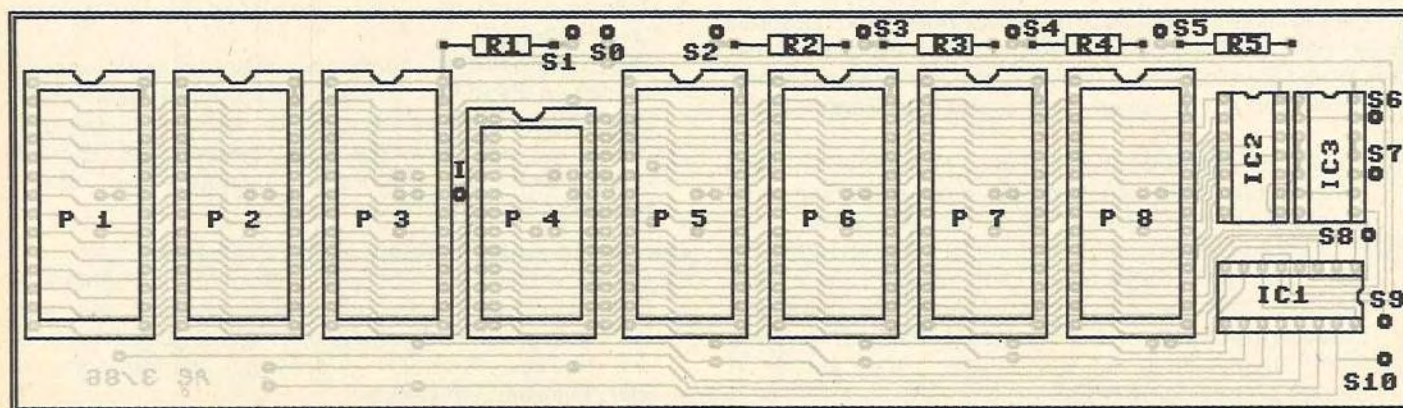
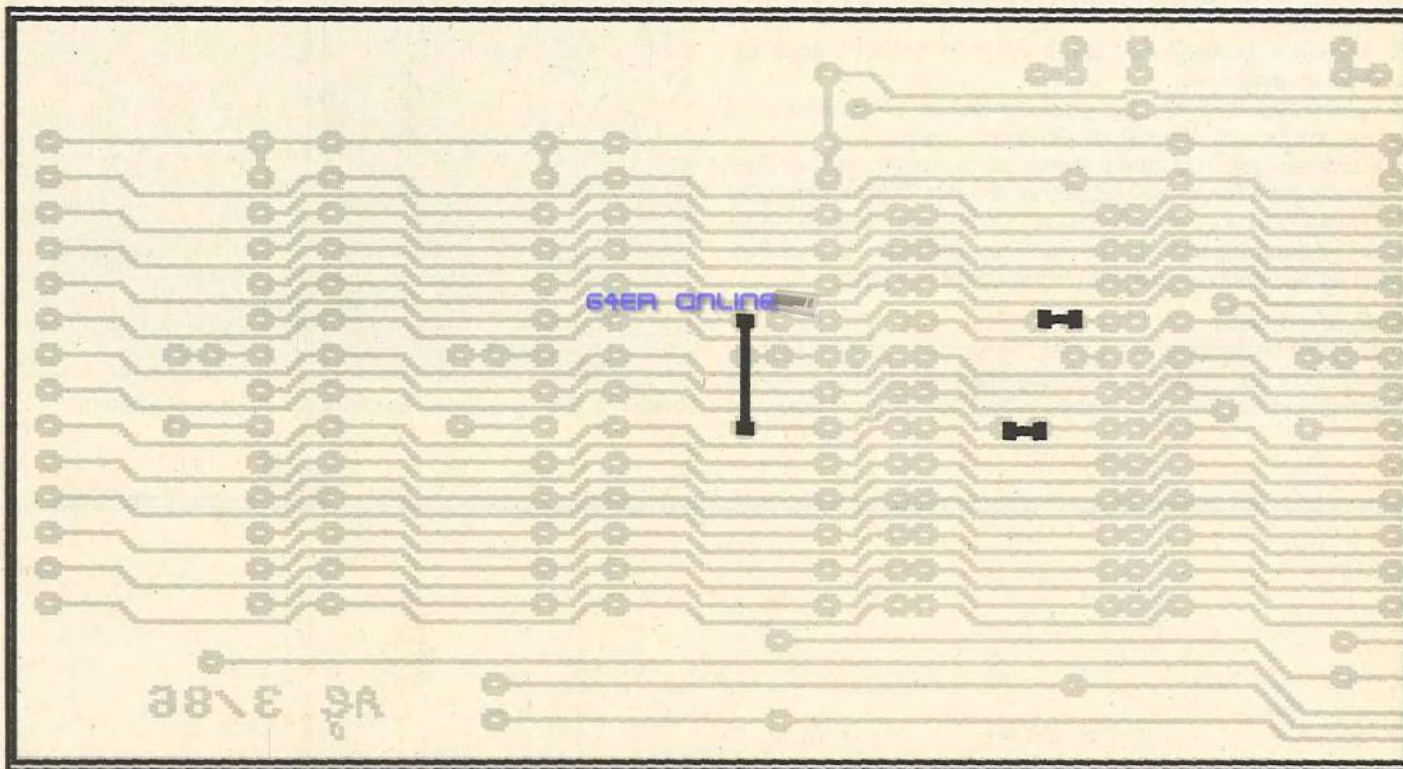
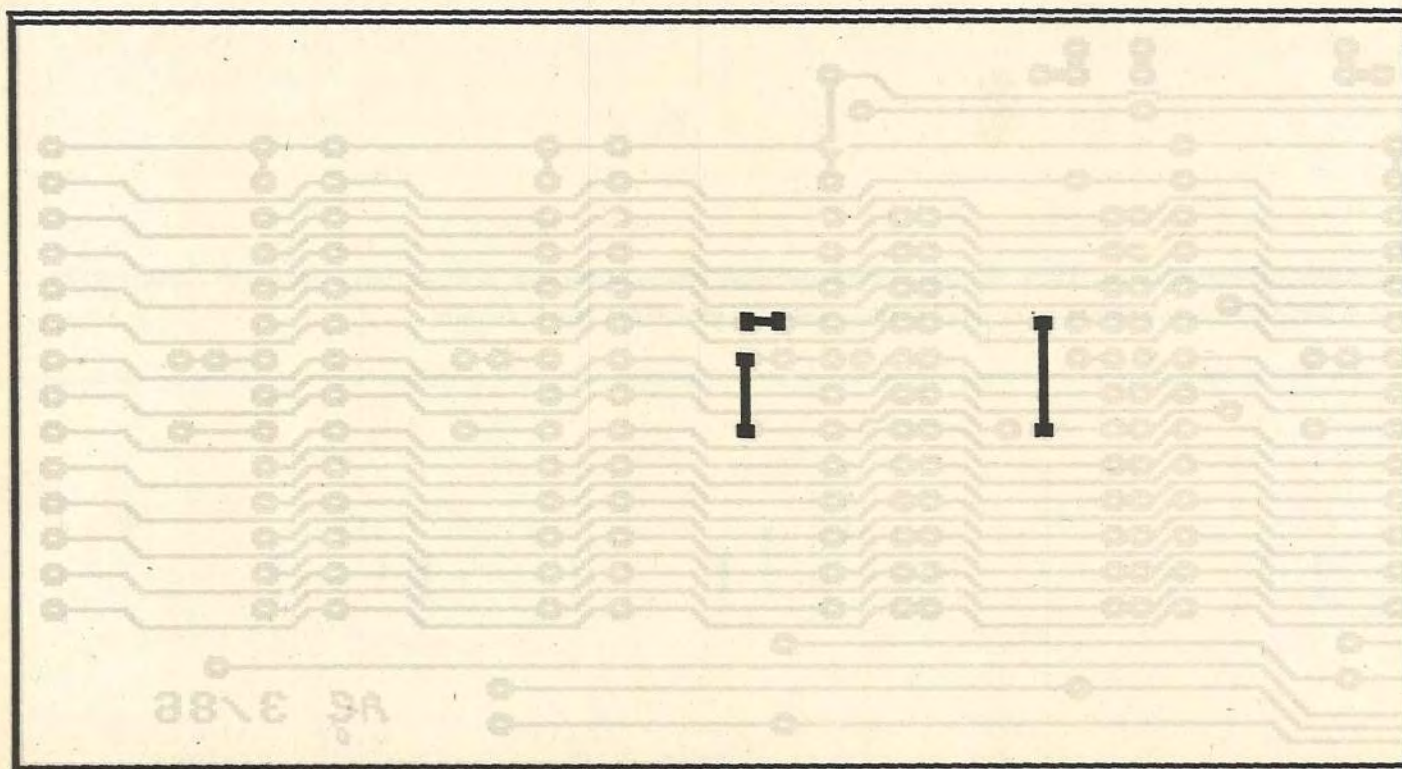
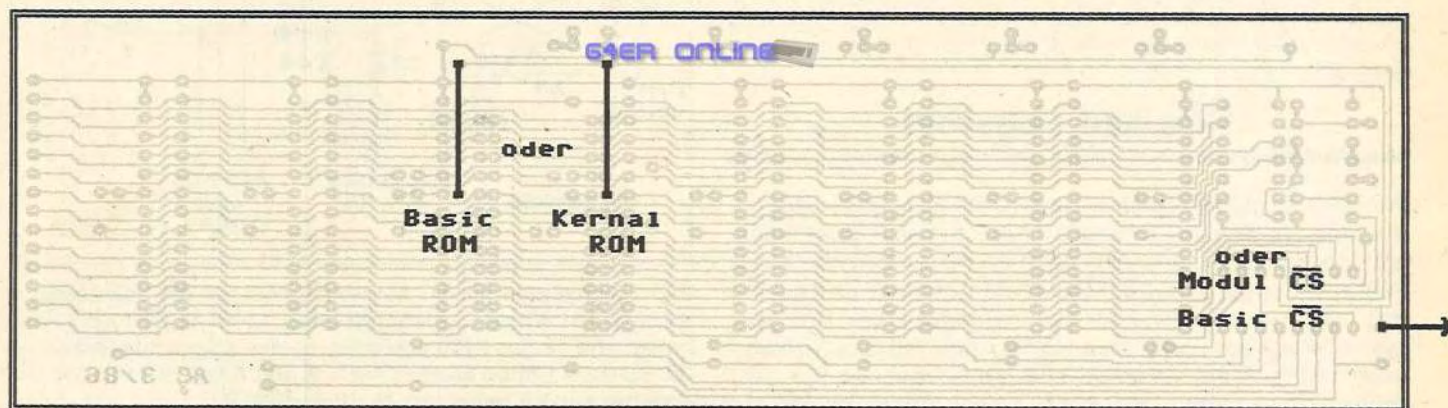

Bild 1. Bestückungsplan für die maximale Bestückung
Bild 4. Diese Lötbrücken müssen eingelötet werden, wenn ein Basic-ROM verwendet wird
Bild 5. Bei Verwendung eines Basic-EPROMs sind diese Brücken einzulöten
Bild 6. Wahlweise kann ein Basic-ROM oder -EPROM verwendet werden (siehe Text)
1. Das Basic-ROM ist gesockelt und kann daher in die Umschaltplatine eingesetzt werden. Dazu sind die Brücken entsprechend Bild 4 und zusätzlich die Brücke »Basic-ROM«, wie in Bild 6 zu sehen, einzulöten. Des weiteren muß am Punkt »I« (Bild 1) ein Verbindungsstift auf der Leiterbahnseite angelötet werden. Über diesen Verbindungsstift gelangt dann das Basic-Chipselect-Signal vom Sockel auf der C64-Platine in die Umschaltplatine und wird dort weiterverarbeitet.
2. Will man statt des 24poligen ROM-Bausteins einen modifizierten Interpreter einsetzen, der in einem 28poligen EPROM untergebracht ist, müssen die Brücken gemäß Bild 5 an Stelle der Brücken aus Bild 4 eingesetzt werden.
(S10) der Umschaltplatine zu verbinden, wenn das Original-Basic weiterverwendet werden soll. Der Steckplatz 3 und 4 auf der Umschaltplatine ist dann und in allen sonstigen Fällen gemäß Bild 5 mit den eingezeichneten Brücken zu versehen. Es kann hiermit ein Interpreter-EPROM in den Steckplatz 3 eingesetzt werden.
Das Chipselect-Signal kommt ohnehin über die Stiftleiste auf die Umschaltplatine. Es ist daher nur die Brücke »Kernel ROM« nach Bild 6 zu legen, um softwaremäßig diesen Bereich umzuschalten.